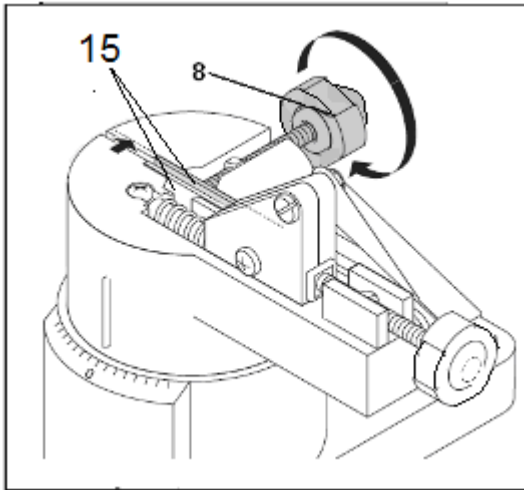

Рис. 5
4. Установка направляющих цепи: (рис. 5)